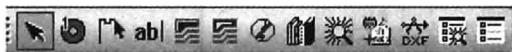

图 4-12 绘图工具栏
(1) 在工具栏中选择绘图工具栏图标, 弹出绘图工具栏, 如图 4-12 所示。